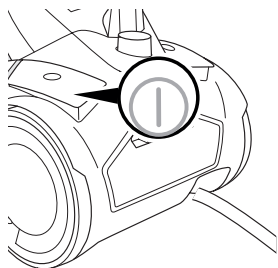

рис. 7
- Для включения пылесоса нажмите на клавишу включения/выключения. (рис. 7)